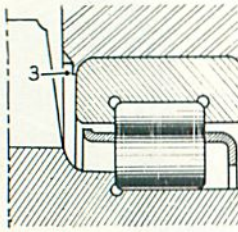

Figure 72.
Pivoter le montage de manière à avoir le carter à plat (fig. 72).
position P.M.B. L'engager sous un angle de 30° environ, en commençant par la bielle droite. Puis introduire la bielle gauche (2) par l'échancrure (1, fig. 72).
Figure 72 bis.